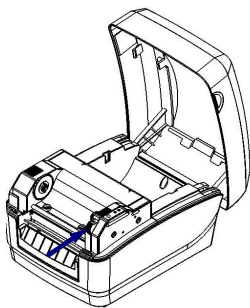
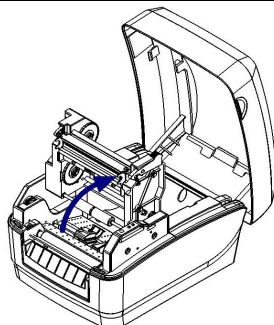

图 2.4.2
图 2.4.3
- 2) 沿箭头方向（见图 2.4.2）按动开启扳手，待碳带支撑架抬起后将其向上翻转至图示角度；（见图 2.4.3）；